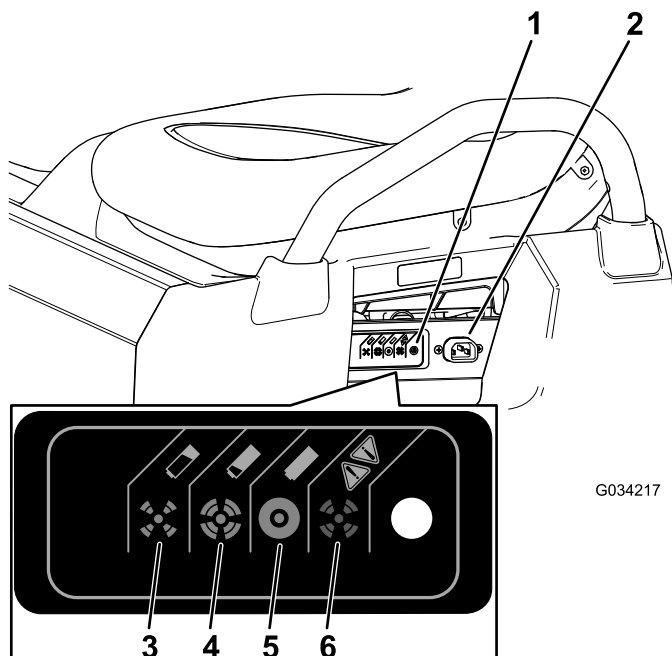

Figura 38
3. Conecte un cable de cargador de calibre 16 (o de un diámetro mayor), de 8.2 pies (2.5 m) o menos al conector de carga de la máquina (Figura 38).
Consulte la tabla siguiente y Figura 38 para obtener más información sobre el significado de los diferentes colores de la luz de estado del cargador.